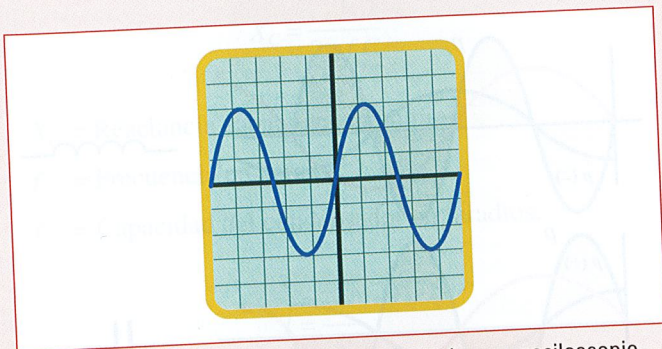

**Figura 12.27.** Osciloscopio midiendo las magnitudes asociadas a tensiones senoidales proporcionadas por un generador de funciones.
**12.1. Medida de una tensión senoidal con el osciloscopio.** Consigue un generador de funciones (instrumento muy utilizado en electrónica que sirve para producir tensiones variables a diferentes frecuencias) y, a modo de ejercicio práctico, comprueba con un osciloscopio los valores de las magnitudes asociadas a las tensiones senoidales de diferentes frecuencias (Figura 12.27).